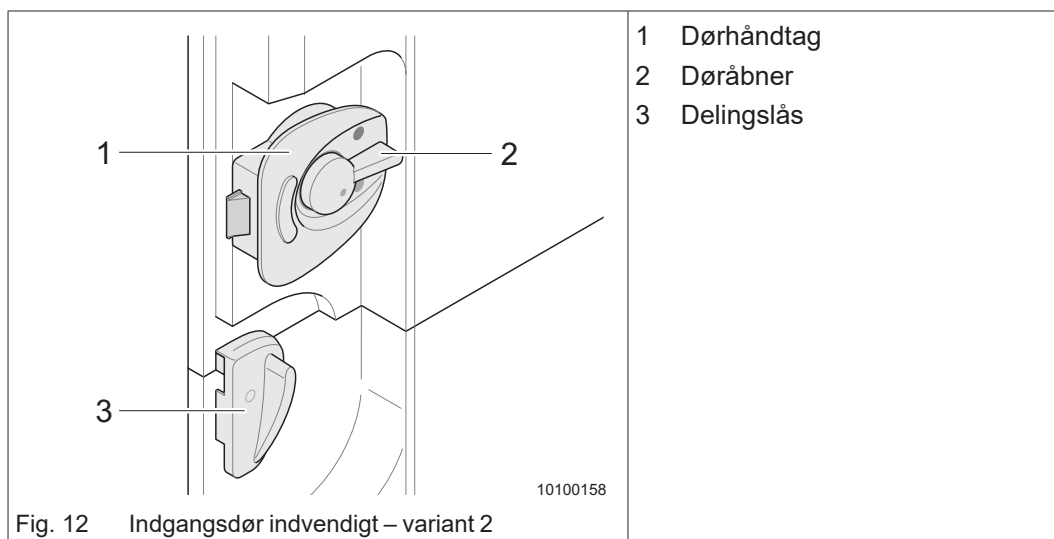

Fig. 12 Indgangsdør indvendigt – variant 2
- ➔ Tryk døråbneren (Fig. 12/2) ned (grøn prik), og åbn indgangsdøren. Når døråbneren slippes, springer den tilbage til udgangspositionen.
- ➔ Tag i dørhåndtaget (Fig. 12/1) på indgangsdøren og luk den.
- ➔ Tryk døråbneren (Fig. 12/2) op (rød prik) i låseposition. Indgangsdøren er låst og kan kun åbnes udefra med nøglen.
- ➔ Drej delingslåsen (Fig. 12/3) mod midten af døren til vandret position. Den øverste del af indgangsdøren låses op, samtidigt låses den nederste del af indgangsdøren.